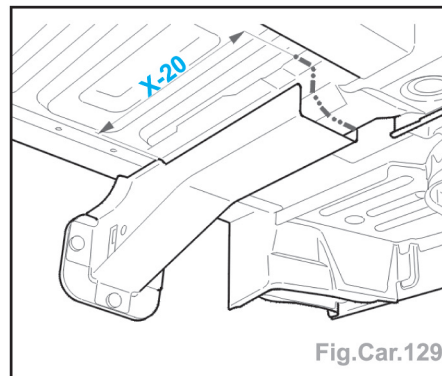

Fig.Car.129
- Tracer, puis découper (coupe provisoire), déposer l'élément (Fig.Car.129).